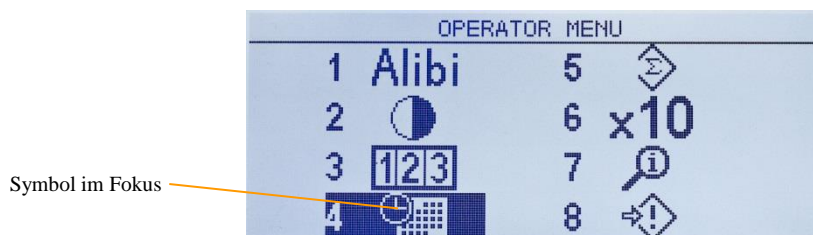
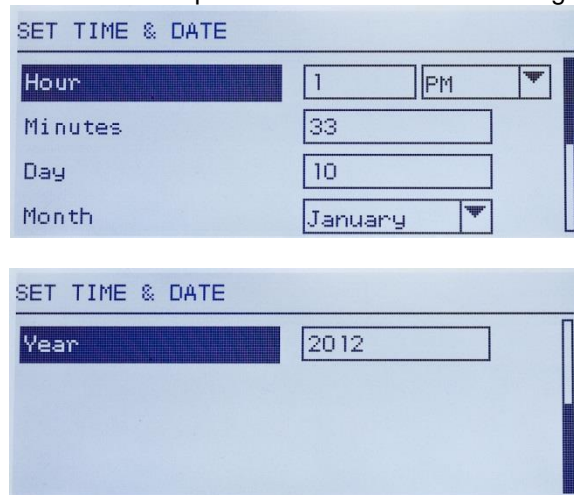
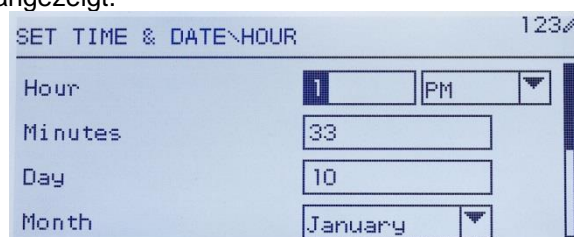

Abbildung 2-3: Anzeige des Bedienermenüs
Abbildung 2-4: Zeit & Datum einstellen
Abbildung 2-5: Setup von Zeit & Datum, Stundenfeld im Fokus
Um auf das Bedienermenü zuzugreifen, drücken Sie die Taste MENU . Die Anzeige ändert sich von einer normalen Wägeanzeige in eine Anordnung von Symbolen (Abbildung 2-3). Die aufgeführten Symbole hängen von der Konfiguration des Terminals ab – Details hierzu finden Sie in Tabelle 2-5.
- Wenn sich der Fokus in der linken Spalte befindet (siehe Abbildung 2-3 und Abbildung 2-4), verlassen Sie durch Drücken der LINKEN Pfeiltaste das Menü **SETUP** und navigieren zum Menü **BEDIENER**.
Wenn Sie sich beispielsweise auf dem in Abbildung 2-3 dargestellten Bildschirm befinden, wird durch Drücken auf EINGABE oder durch Drücken auf die 4 der Setup-Bildschirm **Zeit & Datum** angezeigt.
In Abbildung 2-4 befindet sich eine Feldbeschriftung (**Stunde**) im Fokus. In Abbildung 2-5 wird das numerische Eingabefeld für den Stundenwert ausgewählt. Verwenden Sie die Zahlenfeldtasten, um den Wert zu ändern. Wenn die richtige Zahl eingeblendet wird, drücken Sie auf EINGABE, um die Auswahl zu bestätigen und navigieren zur nächsten Feldbeschriftung (**Minuten**).
Wenn alle Zeit- und Datumswerte richtig eingestellt sind, drücken Sie die LINKE Pfeiltaste, um zum Bedienermenü zurückzukehren (Abbildung 2-3).